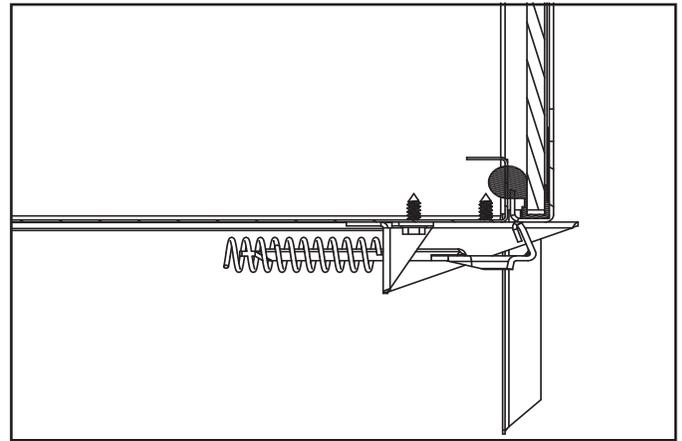

Figure 4.2 Assemblage de la vitre fixe
- L'assemblage de la vitre fixe s'attache au foyer en quatre points. Les quatre mécanismes d'attache est constitué de verrous à ressorts. Un exemple de verrou de vitre est montré à la Figure 4.2.